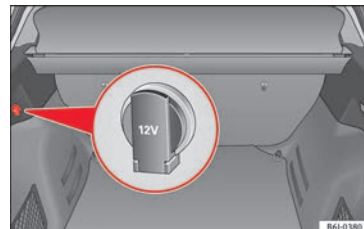

Bild 155 Detaljerad bild av sidopanelen i bagageutrymmet: 12 V-uttag
- Lyft på locket till eluttaget » **bild 155**.